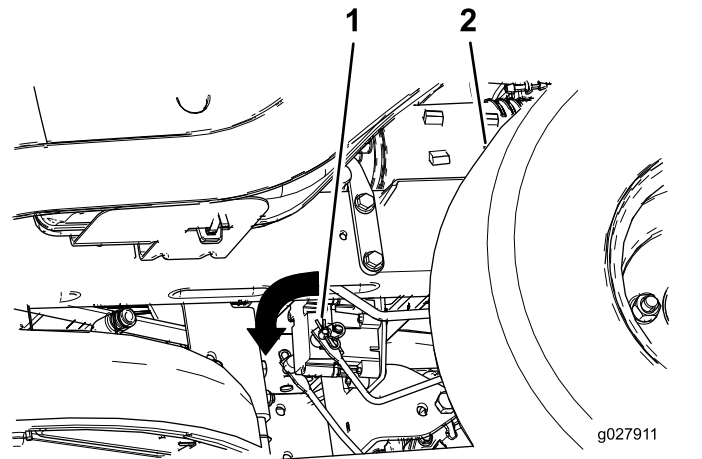

Figura 41
2. Localice los ejes donde están conectados los brazos de enganche de los frenos, en ambos lados del freno eléctrico (Figura 41).